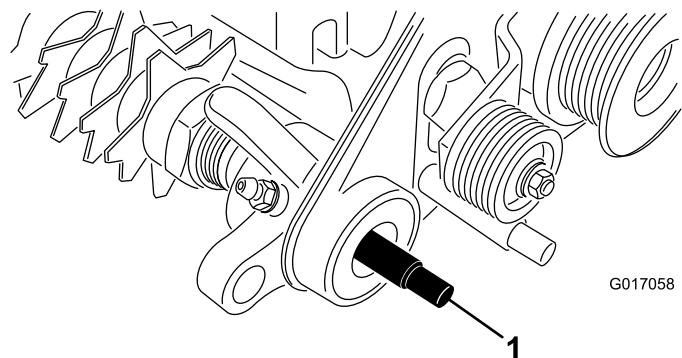

図 5
11. 駆動アセンブリのベアリングサポートと、グルーマシャフトの端部にグリスを塗布する 図 5。
12. グルーマシャフトのスプラインの着いている方の一端を駆動アセンブリのベアリングサポートに入れる 図 5。